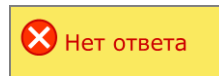

Рисунок 8. Цветовое отображение точки контроля при ошибках в работе
- Ошибка в работе точки контроля (Рисунок 8). Например: «Нет ответа», «БД неисправен» и т.д.;